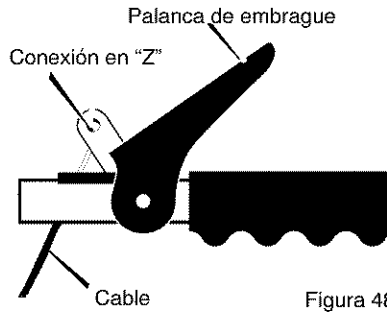

Figura 48
**NOTA:** Si los cables se han desconectado, conéctelos como se muestra en la Figura 48.